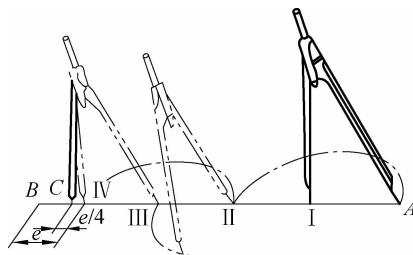

图 1-1-4 用分规等分线段
(2) 分规。分规是用来量取尺寸和等分线段的工具。为了准确度量尺寸, 分规两腿端部的针尖应平齐。等分线段时, 将分规两针尖调整到所需的距离, 然后用右手拇指和食指捏住分规手柄, 使分规两针尖沿线段交替旋转前进, 如图 1-1-4 所示。